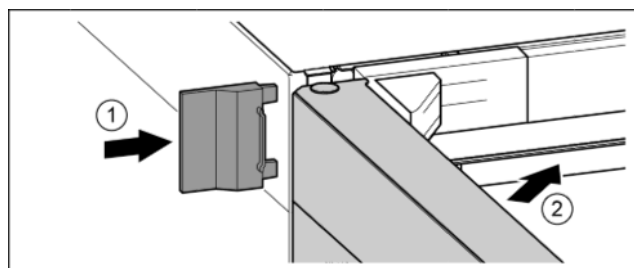

Fig. 18
- ▶ Buitenste afdekking erop schuiven. Fig. 18 (1)
- ▶ Bovenste deur sluiten. Fig. 18 (2)